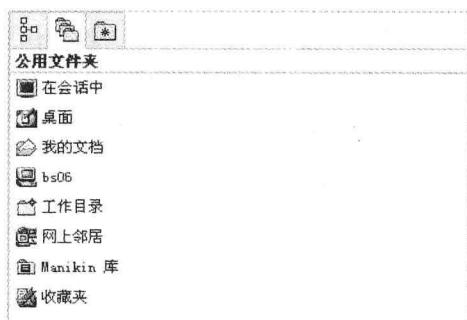

图 1-17 “文件夹浏览器”选项卡
- “文件夹浏览器”选项卡：利用“文件夹浏览器”选项卡，可以快速地浏览文件系统，以及计算机中可供访问的其他位置。指定所需文件夹时，可在浏览器中浏览到其内容信息。用户可以单击下方的“文件夹树”按钮，以更快地选择所需文件夹。“文件夹浏览器”选项卡如图 1-17 所示。